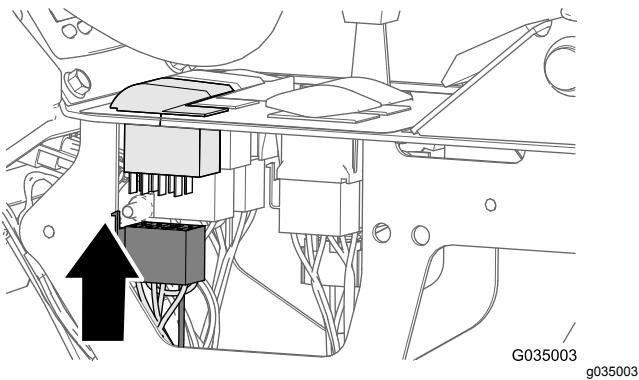

Figura 117
4. Collegate il connettore a 8 prese del cablaggio con il connettore a 8 pin dell'interruttore della pompa dell'irroratrice (Figura 117).
- Fissate la diramazione da 81 cm del cablaggio preassemblato posteriore al cablaggio preassemblato anteriore della macchina, come illustrato nella Figura 117.